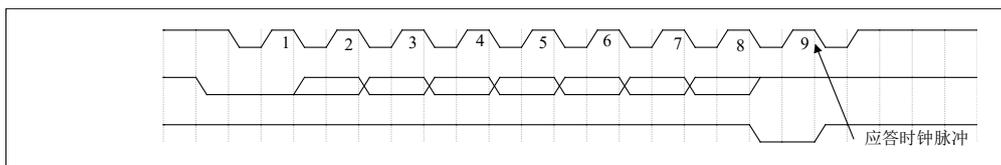
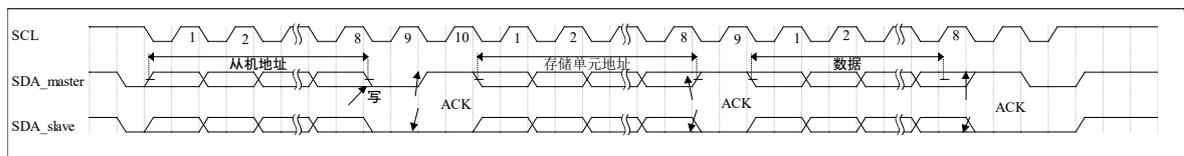
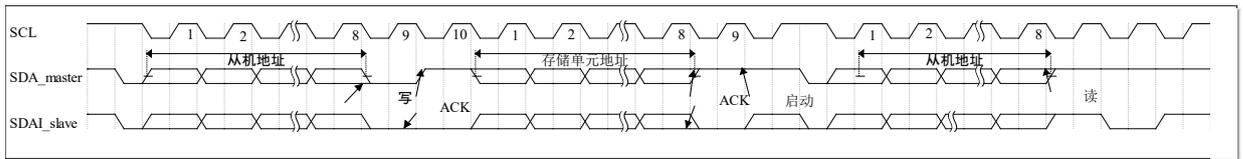
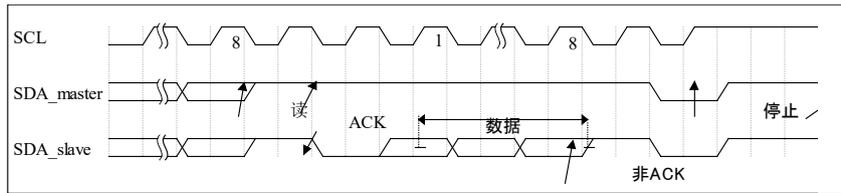

图 2-45 I2C 总线上应答时序图
图 2-46 I2C 写数据时序图
图 2-47 I2C 读指定地址数据的时序图 1
图 2-48 I2C 读指定地址数据的时序图 2（时序接着上图）
- (1) 总线非忙状态 (A 段): 该段内的数据线 (SDA) 和时钟线 (SCL) 都保持高电平。
- (2) 启动数据传输 (B 段): 当时钟线 (SCL) 为高电平状态时, 数据线 (SDA) 由高电平变为低电平的下降沿被认为是“启动”信号。只有出现“启动”信号后, 其它的命令才有效。
- (3) 停止数据传输 (C 段): 当时钟线 (SCL) 为高电平状态时, 数据线 (SDA) 由低电平变为高电平的上升沿被认为是“停止”信号。随着“停止”信号的出现, 所有的外部操作都结束。
- (4) 数据有效 (D 段): 在出现“启动”信号后, 在时钟线 (SCL) 为高电平状态时, 数据线是稳定的, 这时数据线的状态就是要传送的数据。数据线 (SDA) 上数据的改变必须在时钟线为低电平期间完成, 每位数据占用一个时钟脉冲。每个数据传输都是由“启动”信号开始, 结束于“停止”信号。
- (5) 应答信号: 在接收到一个字节的的数据后, 通常需要发出一个应答信号。在发出一个字节的的数据后, 通常需要接收一个应答信号。发送方在应答时钟脉冲期间释放 SDA 线, 接收方拉低 SDA 线, 并且在 SCL 的高脉冲期间保持为 0, 如图 2-45 所示。I2C 读写控制器必须有产生一个与这个应答位相联系的额外的时钟脉冲。在读操作中, 读写控制器对 I2C 完成的最后一个字节不产生应答位, 但是会有一个结束信号。
发送方: 满足启动条件后, 从 SDA 线先后串行写入 I2C_CTRL[i2c_saddr], I2C_CTRL[i2c_r_wn]=0 写操作, 应答, I2C_CTRL[i2c_maddr], 应答和 I2C_CTRL[i2c_data]、应答, 最后是停止信号。参考图 2-46 I2C 写数据时序图。
满足启动条件后, 从 SDA 线先后串行写入 I2C_CTRL[i2c_saddr], I2C_DATA[i2c_r_wn] = 0 写操作, 应答信号, I2C_DATA[i2c_maddr], 应答。重新启动, I2C_CTRL[i2c_saddr], I2C_DATA[i2c_r_wn] = 1 读操作, 应答。接收方回复读取的数据 I2C_DATA[i2c_data], 非应答, 最后是停止信号。参考图 2-47 和图 2-48。
在数据传输过程中, 若没有应答或产生其他错误, i2c_error 标志将被置位, 如果设置 I2C_CTRL 寄存器中的 i2c_error_en 位, 将产生中断。图 2-45 是 I2C 应答时序图, 图 2-46 和图 2-47 分别是 I2C 的写数据和读指定地址数据的时序图。